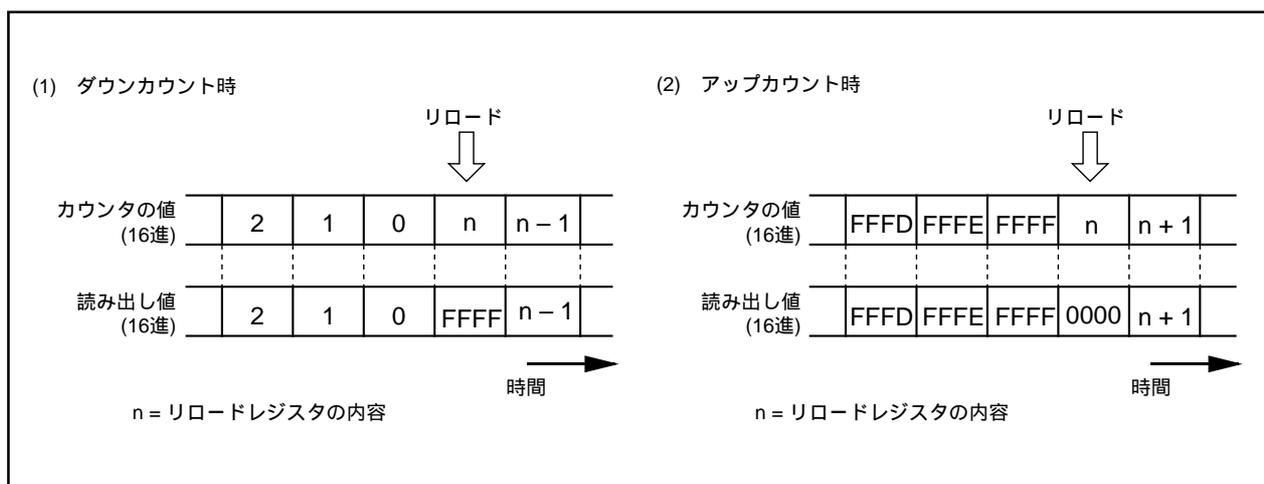

図2.2.29. タイマAiレジスタの読み出し
- 内容 (1) リセット解除後、カウント開始フラグは“0”です。タイマAiレジスタに値を設定した後、“1”にしてください。
- (2) カウント中のカウンタの値は、タイマAiレジスタを読み出すことによって任意のタイミングで読み出すことができます。ただし、図2.2.29に示すリロードタイミングで読み出した場合、アンダフロー時はFFFF₁₆が、オーバフロー時は0000₁₆が読み出されます。カウント停止中にタイマAiレジスタに値を設定した後、カウンタがカウントを開始するまでの期間に読み出しを行った場合、設定値が読み出されます。